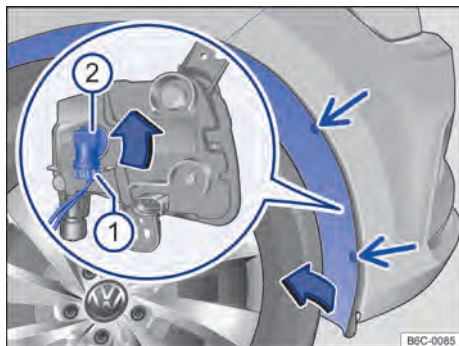

Fig. 132 Na caixa de roda dianteira: acesso à lâmpada incandescente do farol de neblina.
2. Remover os parafusos de fixação do revestimento da caixa de rodas → Fig. 132 (setas) com o auxílio de uma chave de fenda.
5. Retirar o conector de alimentação da lâmpada → Fig. 132 ①, pressionar, ao mesmo tempo, a trava de fixação do conector.
6. Girar o soquete da lâmpada → Fig. 132 ②, no sentido anti-horário até o batente, e desencaixá-lo do alojamento.
11. Encaixar o conector de alimentação ① no soquete da lâmpada. o conector precisa encaixar audivelmente.
13. Recolocar os parafusos de fixação → Fig. 132 (setas) e apertá-los.